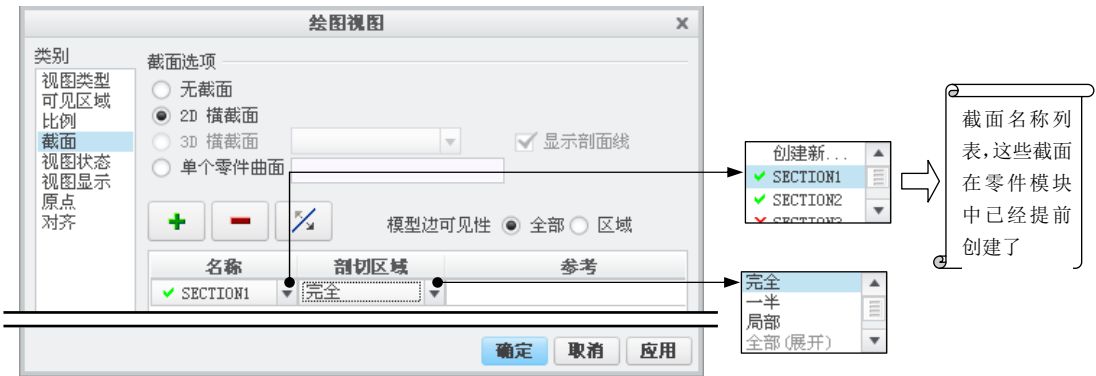
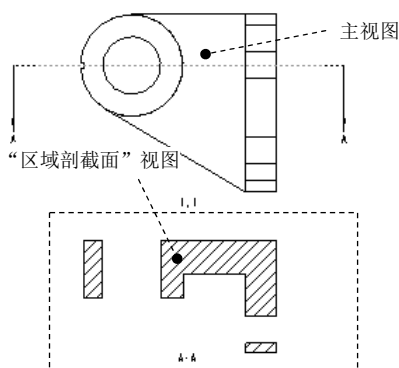

图 6.4.37 “绘图视图”对话框
图 6.4.38 “区域剖截面”视图
Step3. 双击上一步创建的投影视图，系统弹出图 6.4.37 所示的对话框。
(1) 在图 6.4.37 所示的对话框中, 选择 **类别** 选项组中的 **截面** 选项。
(2) 将 **截面选项** 设置为 **2D 横截面**, 然后单击 **+** 按钮。
(3) 将 **模型边可见性** 设置为 **全部**。
(4) 在 **名称** 下拉列表框中选取剖截面 **A** (A 剖截面在零件模块中已提前创建), 在“剖切区域”下拉列表框中选择 **完全** 选项。
(5) 单击对话框中的 **确定** 按钮, 关闭对话框。
注意: 如果在上面 Step4 中, 在图 6.4.37 所示的对话框中, 选择 **模型边可见性** 中的 **区域** 单选选项, 则产生的视图如图 6.4.38 所示, 一般将这样的视图称为“剖面图(断面图)”。